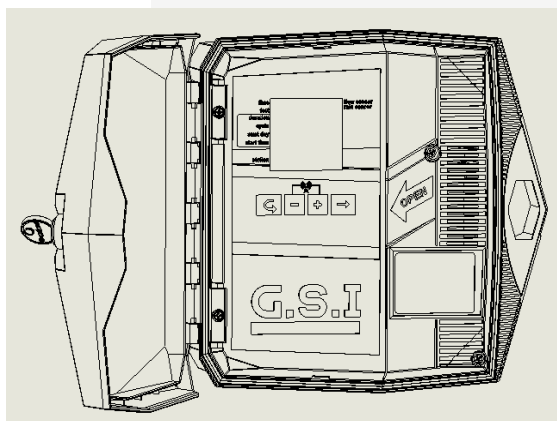

Рисунок 1: Открытие крышки контроллера
1. Отпереть замок и открыть крышку контроллера (рис. 1).